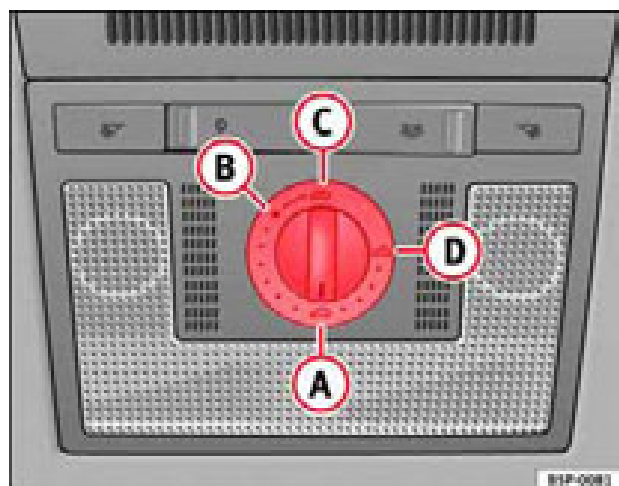

Fig. 70 Detalle del revestimiento interior del techo: mando giratorio del techo corredizo / deflector
- Gire el mando a la posición **A** ⇒ fig. 70 ⇒ ⚠.